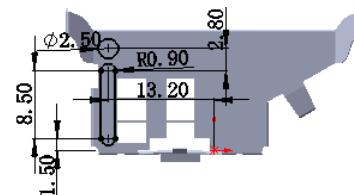

图 6.79 横断面草图
② 定义横断面草图。在草图环境中绘制图 6.79 所示的横断面草图。
(3) 定义切除深度属性。在“切除一拉伸”对话框的**方向1**区域中选中 **与厚度相等(L)** 复选框与 **正交切除(N)** 复选框。
(4) 单击 按钮，完成切除一拉伸 7 的创建。